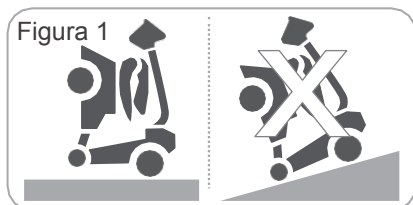

Figura 1
- Il freno non si applica quando lo scooter è in posizione chiusa ed eretta. Non posizionare lo scooter chiuso e in piedi su una pendenza per evitare che si muova liberamente e il pericolo di lesioni (Figura 1).